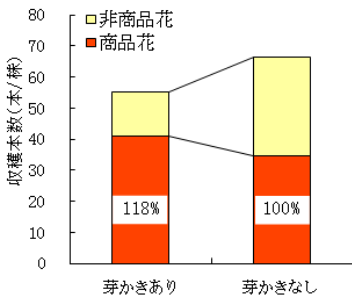
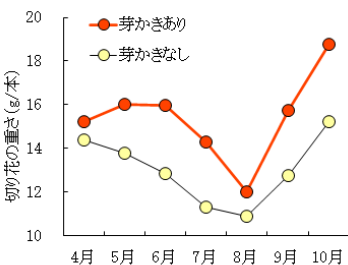

図1 芽かきによる商品花増加
図2 芽かきによる切り花の重さの増加
- ・芽かき作業により、1株当たりの収穫本数は減少しますが、商品花(商品として販売可能な切り花)の本数は18%増加(図1)、1本当当たりの切り花の重さも増加します(図2)。